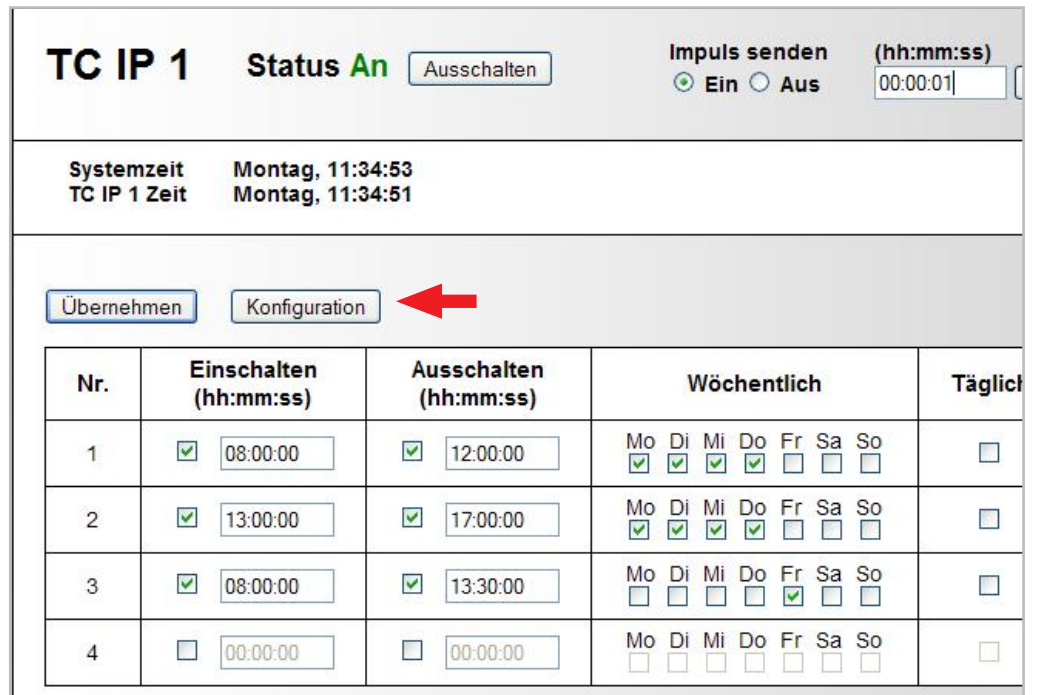
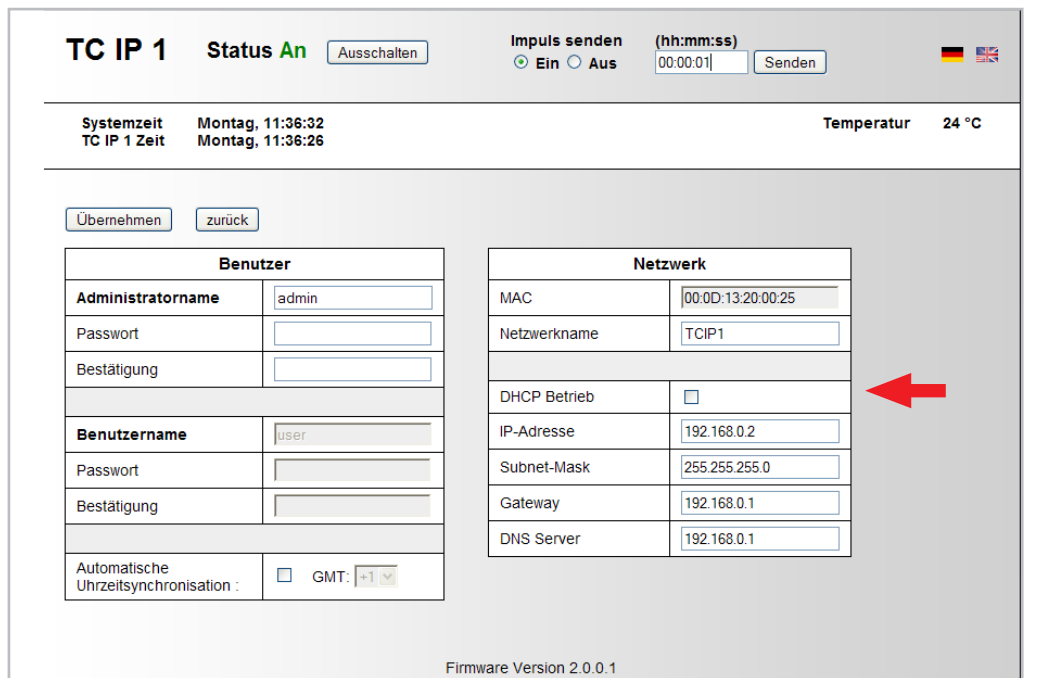

Bild 2
Bild 3
5. Über das Aktionsfeld „Konfiguration“ im Hauptmenü (Pfeil, Bild 2) gelangen Sie zu den Systemeinstellungen des TC IP 1 (Bild 3).
7. Aktivieren Sie nun den DHCP-Betrieb (Pfeil, Bild 3).